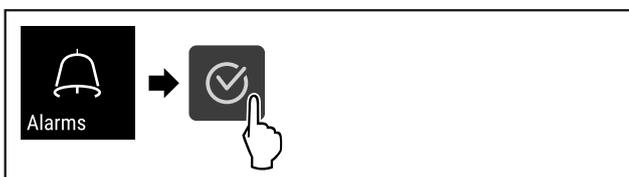

Fig. 143
- ▶ Handlungsschritte (siehe Fig. 143) durchführen.